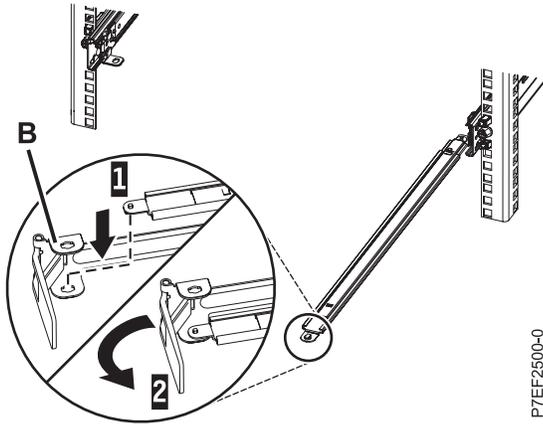

Figura 14. Fijación de la pieza de sujeción de tope de portacables al brazo de soporte
- Localice el orificio de la esquina inferior interna de la pieza de sujeción de tope de portacables en forma de L (**B**). Coloque el extremo que queda libre del brazo de soporte de modo que la lengüeta de bloqueo de la parte inferior de la punta quede alineada con el orificio de la abrazadera. Inserte la pestaña en el orificio (**1**) y haga girar la pieza de sujeción (**2**) para fijarla al brazo de soporte, tal como se muestra en la Figura 14.